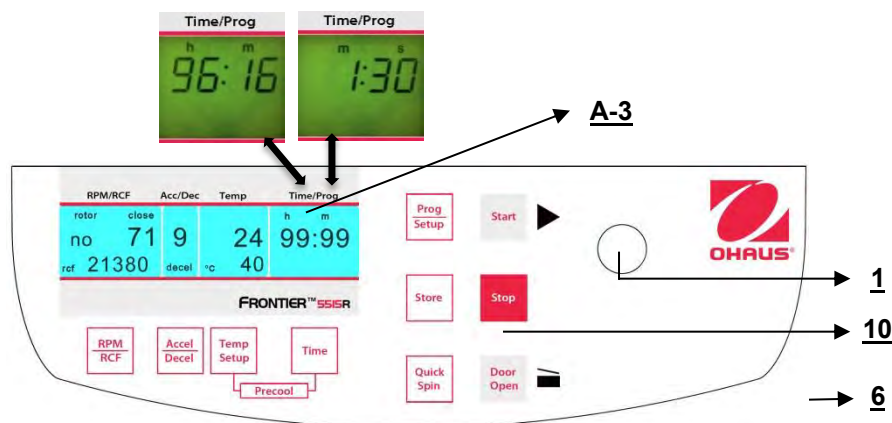

Abbildung. 17
3. Der dauerhafte Betrieb **"cont"**, der durch die Taste **"Stop"**(10) unterbrochen werden kann (siehe Abbildung 17).
Die Betriebszeit kann vorab ausgewählt werden, während der Deckel offen oder geschlossen ist. Um die Einstellung der Betriebszeit einzustellen, drücken Sie die Taste **"Zeit"** (6). Auf der Anzeige **"Time/Prog"** (A-3) blinkt die Anzeige **"m : s"** oder **"h : m"**, je nach vorheriger Einstellung. Um den gewünschten Wert einzustellen, benutzen Sie den Anpasssknopf (1). Nachdem 59 min 50 sec überschritten werden, wechselt die Anzeige automatisch auf **"h : m"**. Nachdem 99 Stunden 59 min überschritten werden, erscheint das Wort **"cont"** in der Anzeige **"Time/Prog"** (A-3). Dieser dauerhafte Betrieb kann nur durch Drücken der Taste **"Stop"** (10) unterbrochen werden. Der Countdown beginnt sobald die eingestellte Geschwindigkeit erreicht ist. Die Anzeige zeigt immer die verbliebene Zeit. (Siehe Abbildung 17)